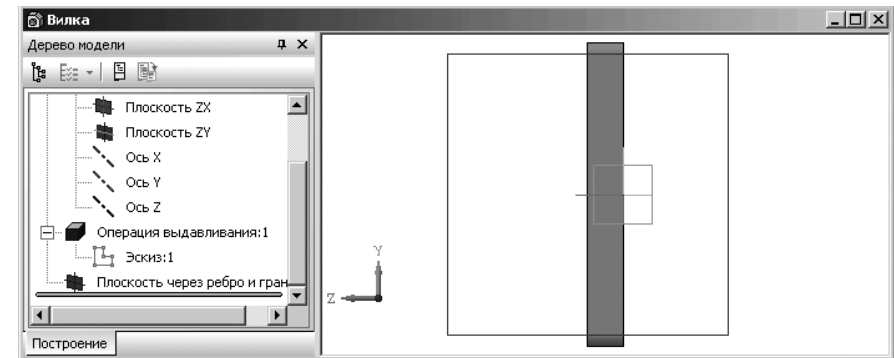

Рис. 3.49. Результат размещения вспомогательной плоскости для создания проушины в плоскости экрана
- щелкните на панели инструментов **Вид** по раскрывающемуся списку **Текущая ориентация**, а в нем по пункту **Справа** или пиктограмме . Плоскость построения эскиза проушины разместится в плоскости экрана. Это состояние системы показано на рис. 3.49.